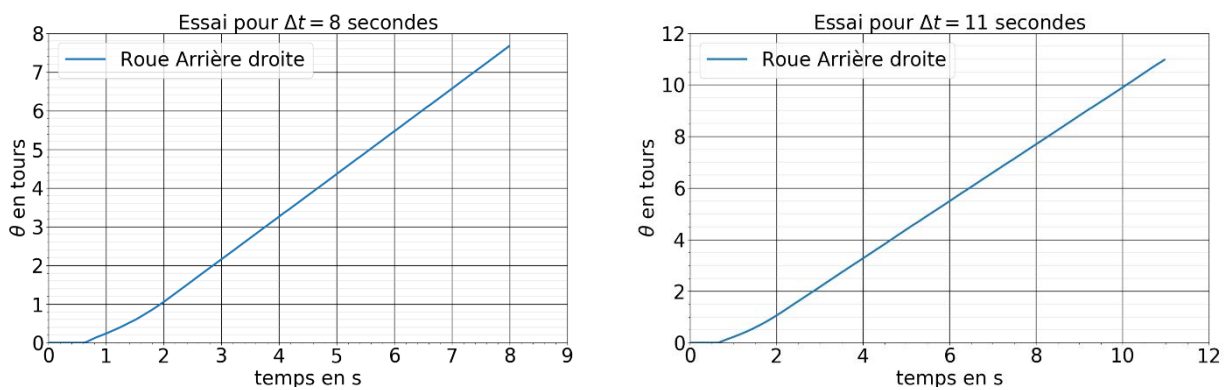

Figure C4. Mesures de l'angle de rotation  $\theta(t)$  de la roue arrière droite pour des durées respectives de commande de 8 et 11 secondes.
On donne (figure C4) deux relevés de mesures  $\theta(t)$  de l'angle de rotation de la roue arrière droite pour des durées respectives de commande de  $\Delta t = 8$  s et  $\Delta t = 11$  s.
**Question C1.12 :** Compléter le tableau à partir de relevés effectués sur les courbes de la figure C4.